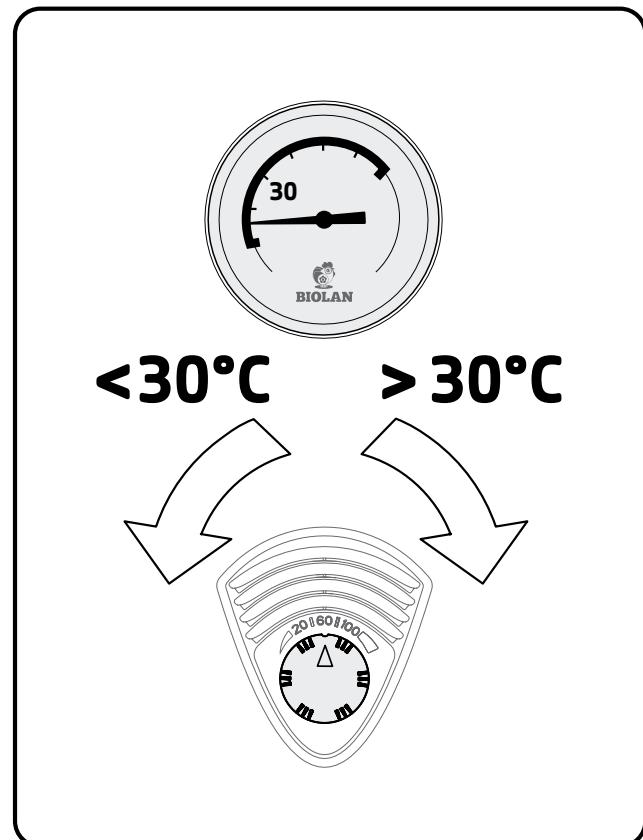

Abbildung 3.
- Wenn die Temperaturen im Inneren des Komposters höher als die Außentemperaturen sind, dann stellen Sie den Lufteinlassventilregler (Teil 13) auf die Position 100. Überwachen Sie die Temperatur des Komposters und die Außentemperatur (siehe Abbildung 3). Wenn die Kompostmasse abzukühlen droht, dann senken Sie den Wert, bis die Temperatur höher bleibt.